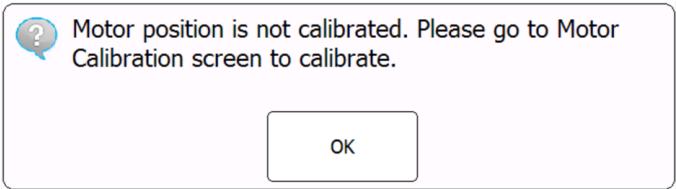

图 45 电机位置未校准时的通知
电机校准 (MC) 是一个步骤，用于指定每个插槽的光学模块扫描的每个孔的位置。仪器在提供时已完成了电机校准步骤，收到仪器后通常不需要再进行电机校准。但是，如果您在仪器触屏上看到一条通知，提醒您需要进行电机校准（图 45），请按 **OK（确定）**，然后按照屏幕上的提示进行操作。